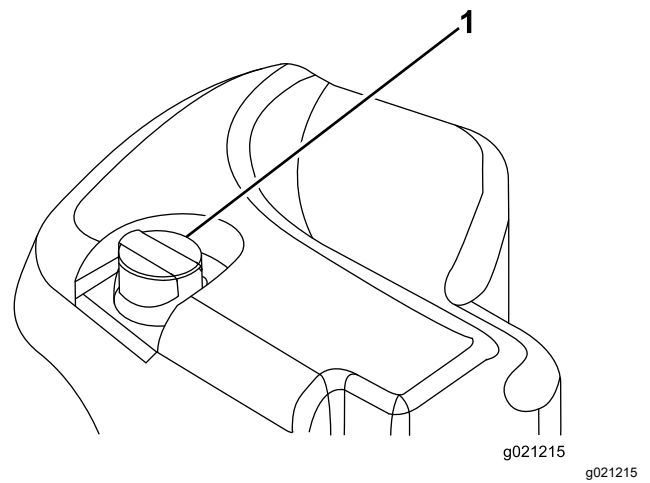

Figura 99
2. Limpie la zona alrededor del cuello de llenado y el tapón del depósito hidráulico (Figura 99). Retire el tapón del cuello de llenado.